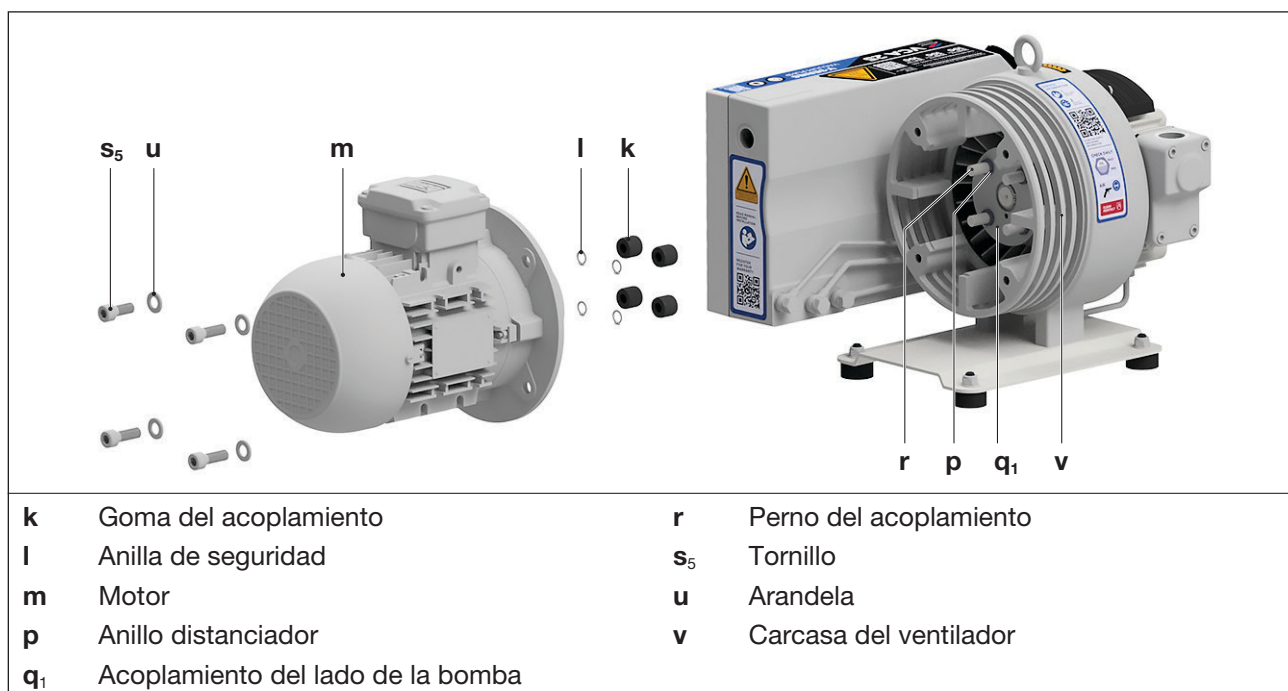

Fig. 9 Acoplamiento
- c) Afloje los tornillos (Fig. 9/s5) en la brida del motor (Fig. 9/n).
- d) Extraer axialmente el motor (Fig. 9/m) con la mitad de acoplamiento del lado del motor de la carcasa del ventilador (Fig. 9/v).
- e) Comprobar las gomas del acoplamiento (Fig. 9/k) para buscar daños y desgaste y, dado el caso, cambiarlas.
Para ello, retirar los anillos de seguridad (Fig. 9/l) y las gomas de acoplamiento desgastadas (Fig. 9/k) de los pernos de acoplamiento (Fig. 9/r) y deslizar las nuevas gomas de acoplamiento con los anillos de seguridad sobre los pernos de acoplamiento. Dejar los anillos distanciadores (Fig. 9/p) en los pernos de acoplamiento.
- f) Volver a colocar el motor con su parte del acoplamiento de forma axial y fijarla con los tornillos (Fig. 9/s5) a la carcasa del ventilador (Fig. 9/n). Par de apriete: 50 Nm